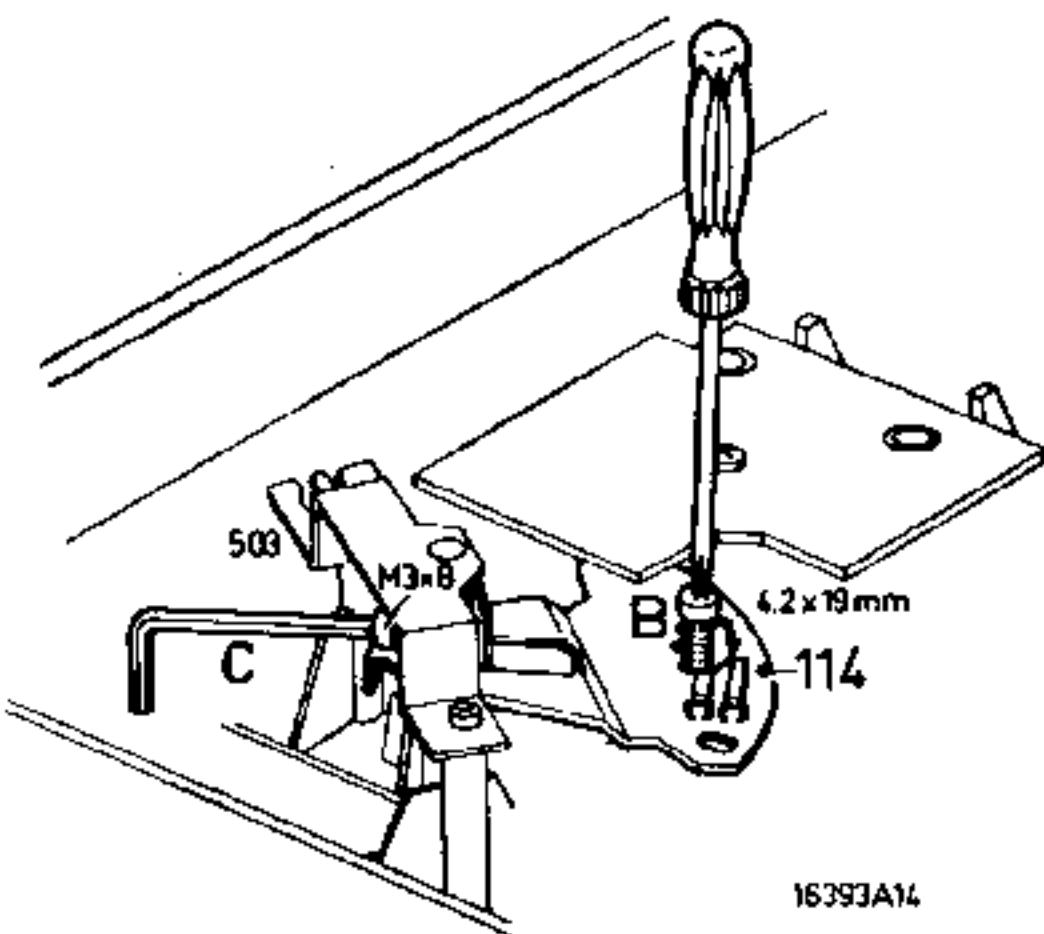

Fig. 4
1. Adjusting the start/stop bracket 114 (Fig. 4)
1. Instelling start-stopbeugel 114 (Fig. 4)
1. Einstellung des Start/Stopbügels 114 (Fig. 4)
1. Réglage de l'étrier marche/arrêt 114 (Fig. 4)
1. Regolazione della squadra marcia/fermo 114 (Fig. 4)